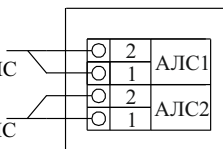

Рисунок 4
- подключить провода АЛС к клеммной колодке (рисунок 4). УДП подключается к прибору при помощи двухпроводной АЛС с номинальным сечением проводов от 0,35 до 1,5 мм². При большом количестве УДП с встроенным изолятором КЗ (более 25 шт.) рекомендуется использовать кабель сечением не менее 0,5 мм²;